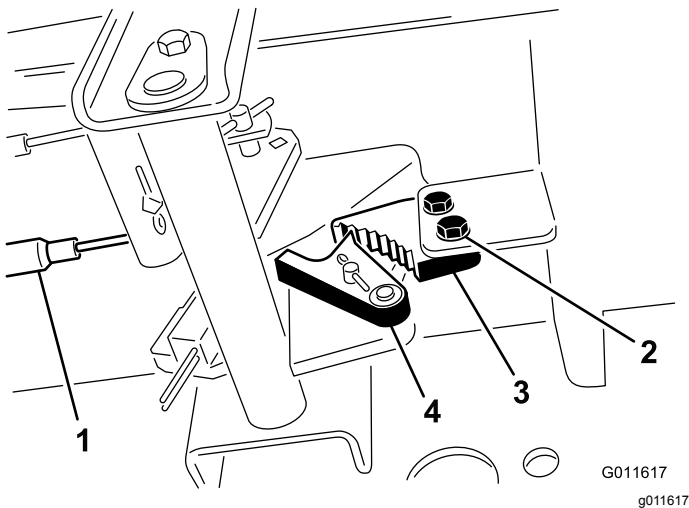

Bild 98
1. Lösen Sie die zwei Schrauben, mit denen die Sperre der Feststellbremse am Rahmen befestigt ist (**Bild 98**).
2. Drücken Sie das Pedal der Feststellbremse nach vorne, bis die Bremsenarretierung ganz an der Bremssperre greift (**Bild 98**).